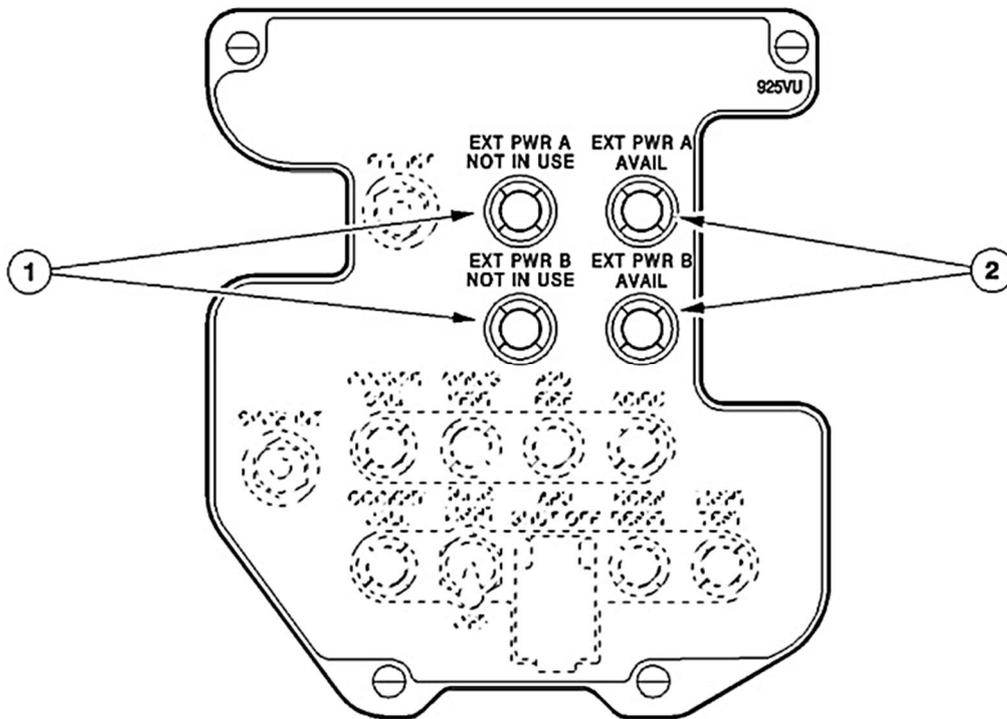

Рис. 1.6. Панель управления EXTERNAL POWER PANEL.
1.2.3. Элементы индикации (рис.1.6.) размещены на панели внешних источников питания EXTERNAL POWER PANEL (925VU), которая располагается снаружи самолета за носовой стойкой шасси. Там же